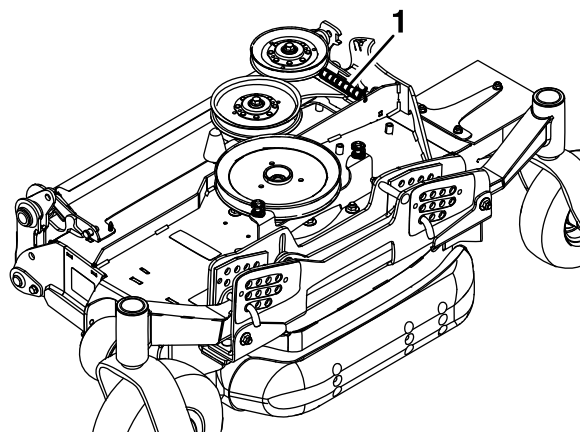

Figura 87
23. Para facilitar la instalación de las carcasas laterales, retire cuidadosamente el extremo expuesto del muelle que aplica presión a la parte trasera de la cubierta de la carcasa lateral (Figura 87).